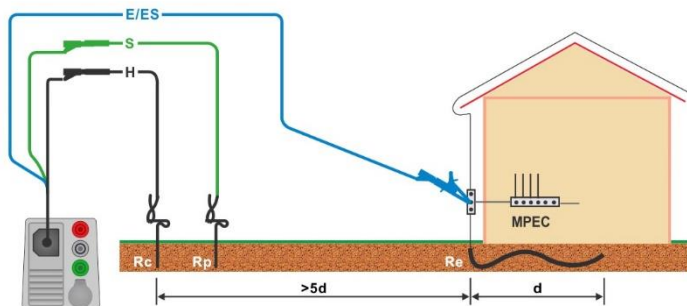
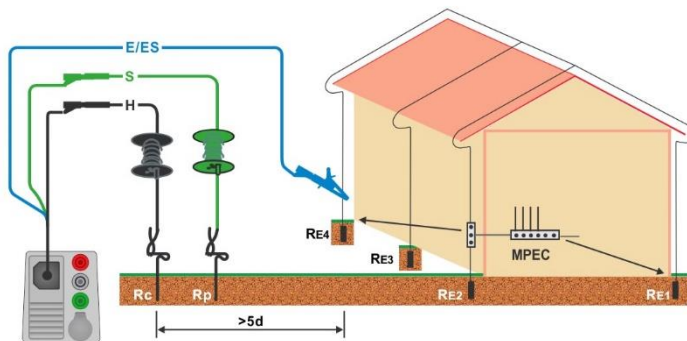

Abbildung 7.71: Widerstand zu Erde, Messung der Haupterdung der Anlage
Abbildung 7.72: Erdableitwiderstand Messung einer Blitzschutzanlage
- › Schließen Sie den 3-Leiter Prüfadapter am Prüfling an, siehe **Abbildung 7.71** und **Abbildung 7.72**.